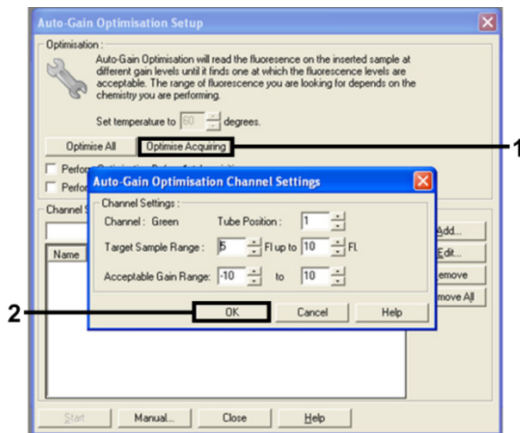

Figura 11. Optimización de la ganancia automática para el canal verde
13. Haga clic en Optimise Acquiring (Optimizar adquisición). Para cada canal, se muestra la configuración de canal. Acepte los valores predeterminados para ambos canales haciendo clic en OK (Aceptar). (Figura 11).